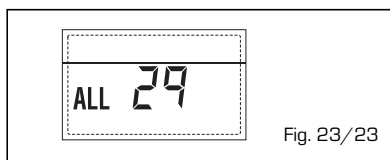

Fig. 23/23
- ANOMALIA SONDA RITORNO RISCALDAMENTO "ALL 30" (fig. 23/24)